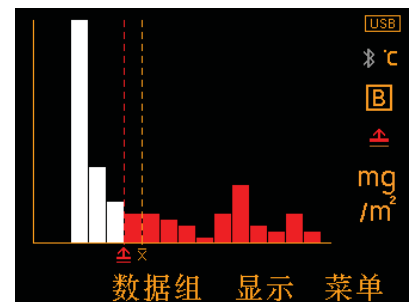

图6: 分布图
- 分布图(图6); 给出可视化表示的盐污染信息读数分布, 相对于平均污染水平和限值, 如果已设置.